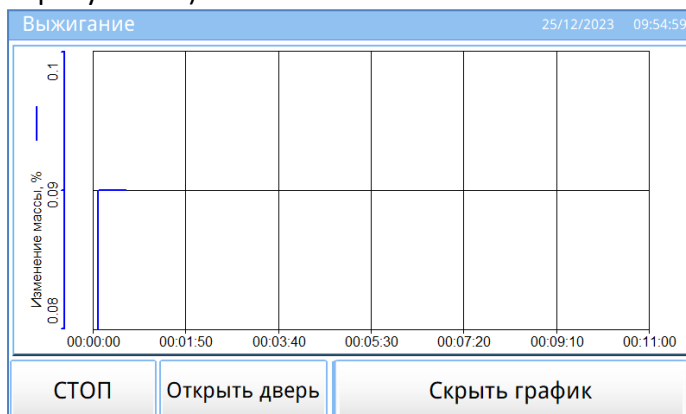

Рисунок 15 – График изменения массы
4.5.15 Через время, указанное в условиях программы (см. ПРИЛОЖЕНИЕ А – **«Время изменения массы, мин»**) появится кнопка **«Показать график»** для просмотра текущего изменения массы смеси при выжигании (см. рисунок 15).